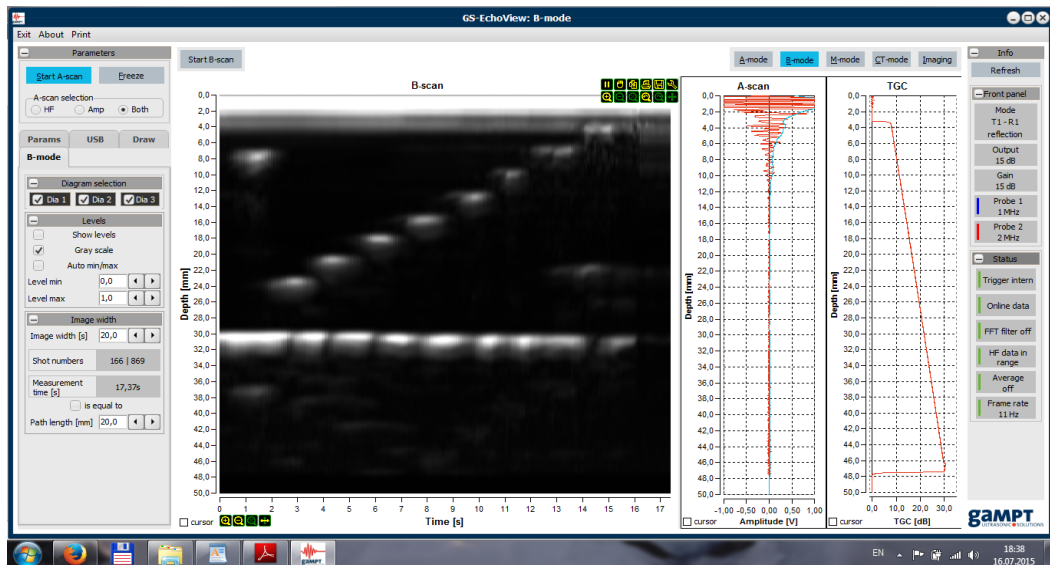

Рисунок.7 Изображение B-scan, полученное с помощью датчика 1 МГц
- плавным движением равномерно провести датчиком по всей стороне тестового блока для получения изображения отверстий в блоке (см. рис. 7). Повторить до получения удовлетворительного изображения.